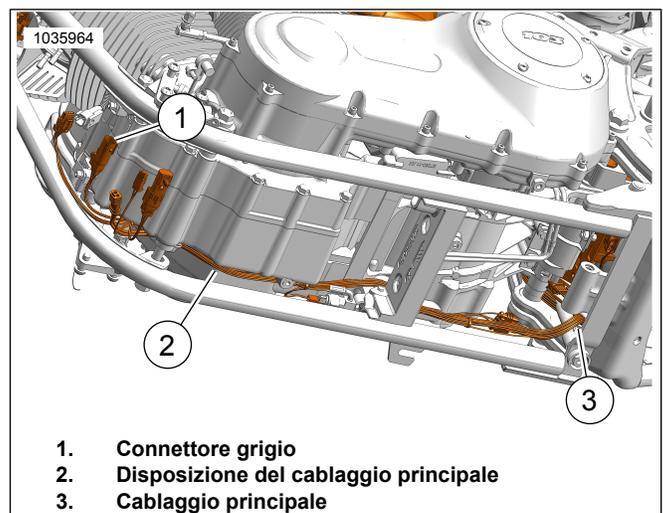

Figura 35. Disposizione del cablaggio
14. Vedere Figura 35. Disporre il connettore del cablaggio grigio al di fuori del vano della batteria:
- a. individuare il cablaggio principale (3).
- b. Disporre il cablaggio con il connettore grigio lungo il cablaggio principale (2) verso il connettore del cablaggio principale anteriore.
- c. Abbinare i connettori per colore (1): grigio con grigio.